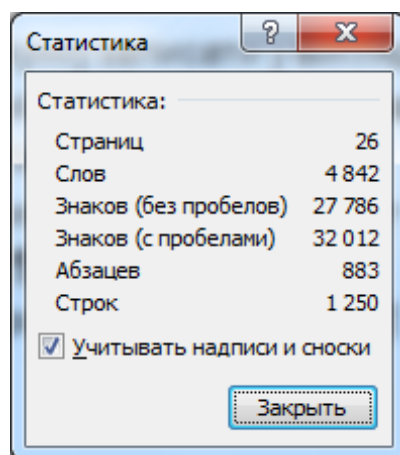

Рис. 2. Вікно "Статистика"
- розраховує місткість сторінки складання (вона розраховується як добуток кількості знаків у рядку і кількості рядків тексту на сторінці складання) для дев'яти варіантів. Місткість сторінки складання можна визначити, використавши програму Word: "Рецензирование" – "Статистика" (рис. 2);